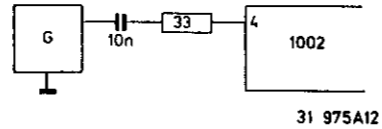
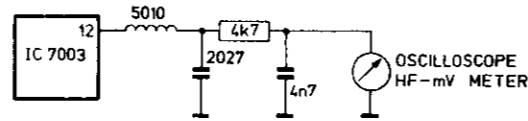

Fig. 1
Fig. 2
- Messsender gemäss Bild 1 und Oszilloskop oder HF-Millivoltmeter gemäss Bild 2 anschliessen.